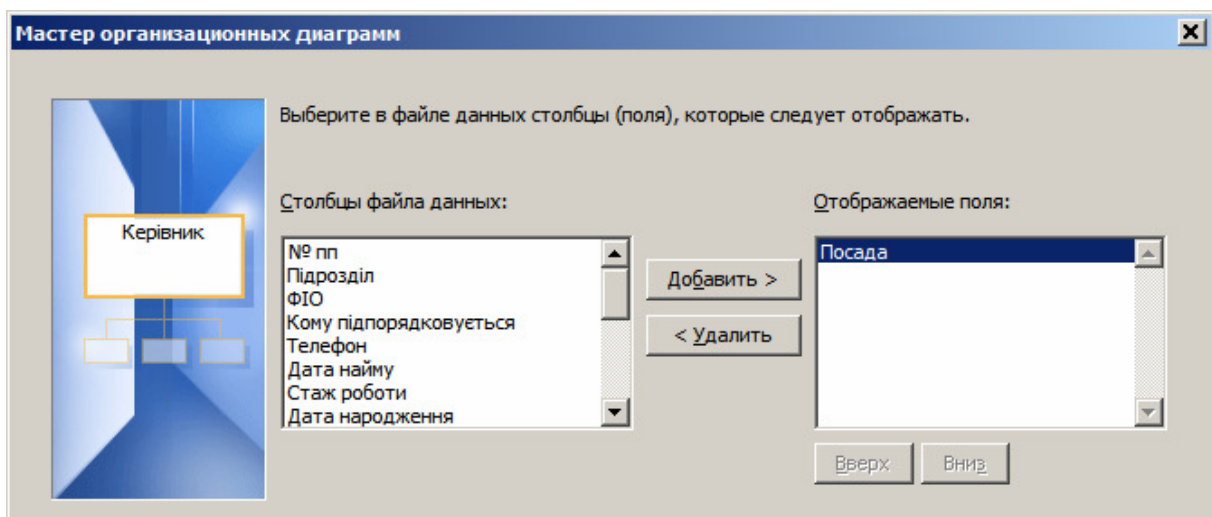

Рис. 3.27. Зазначення даних, що відображуються на діаграмі
7. На п'ятому кроці (рис. 3.27) майстер запитає, які дані відображати всередині блоків діаграми. Для цього потрібно перекинути бажані поля у праву колонку вікна (кнопками *Добавить* → і *Удалить* ←). Залишимо, наприклад, у правій колонці тільки поле *Посада*.